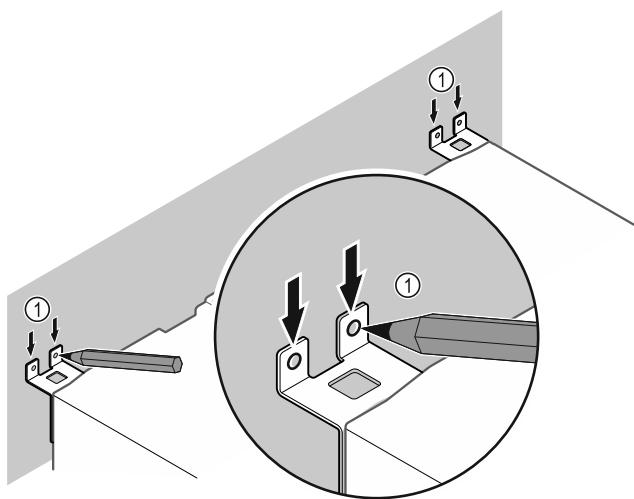

Fig. 11
- Vendosni shenjat në mur Fig. 11 (1).